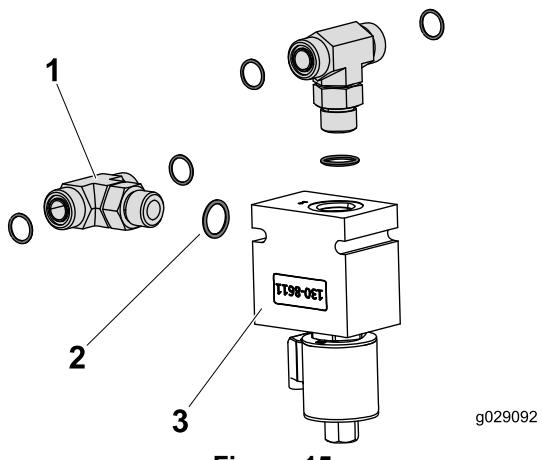

Figura 15
- Instale as duas uniões em T e anéis de retenção na válvula do coletor como se mostra em Figura 15.